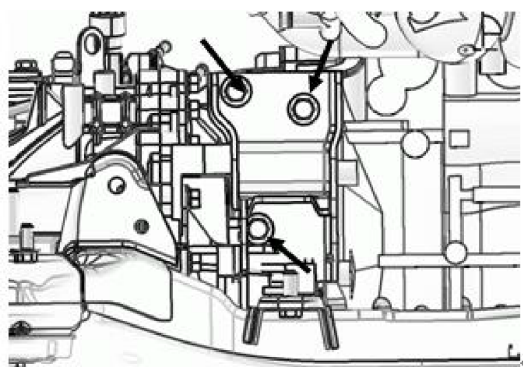

图 6
2.3.3 拆下发动机后悬置支架与变速箱相连接的 3 个螺栓（如下图 6 所示），即可取下发动机后悬置安装支架总成。
2.4.1 将更换后的发动机后悬置安装支架总成按上图 6 所示带紧 3 个螺栓，并打力矩。
个螺栓中，其中规格为 Q1841225TF3 的螺栓打力矩为 85 N.m；规格为 Q1841025TF3 的螺栓打紧力矩 60N.m（如图 6 所示）。